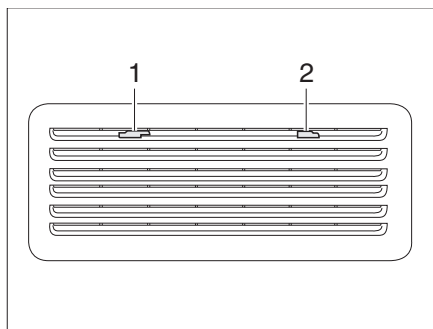

Fig. 316 Griglia di aerazione del frigorifero (Thetford)
- Spingere verso il centro l'arresto (Fig. 316,1).